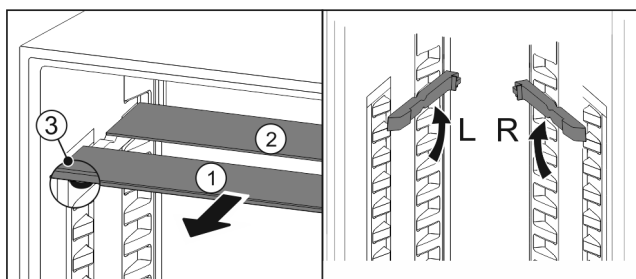

Fig. 87
- ▶ 将玻璃隔板逐个向前拉出 Fig. 87 (1)。
- ▷ 带装饰条的玻璃隔板 Fig. 87 (1)在前。
- ▷ 阻挡装置 Fig. 87 (3)指向下方。